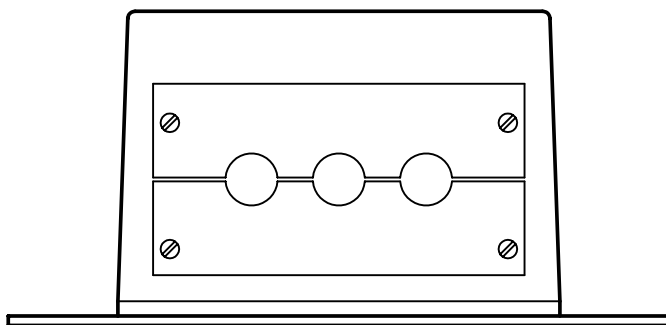
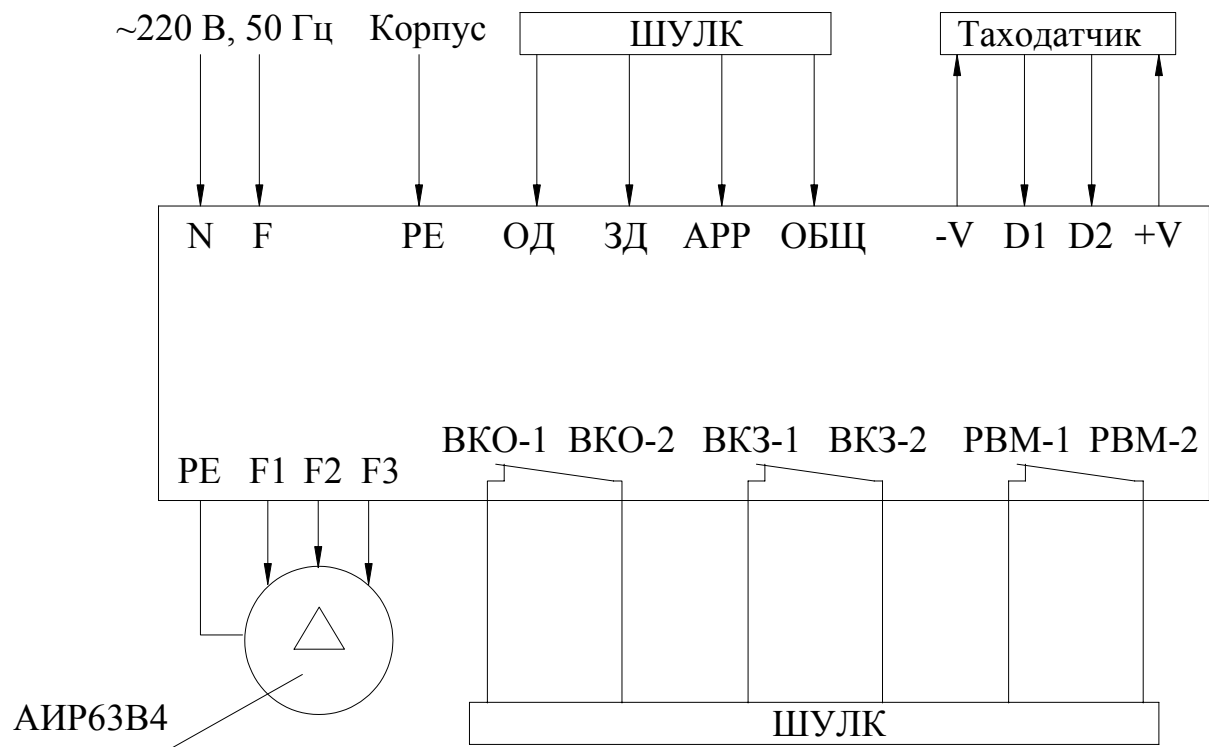
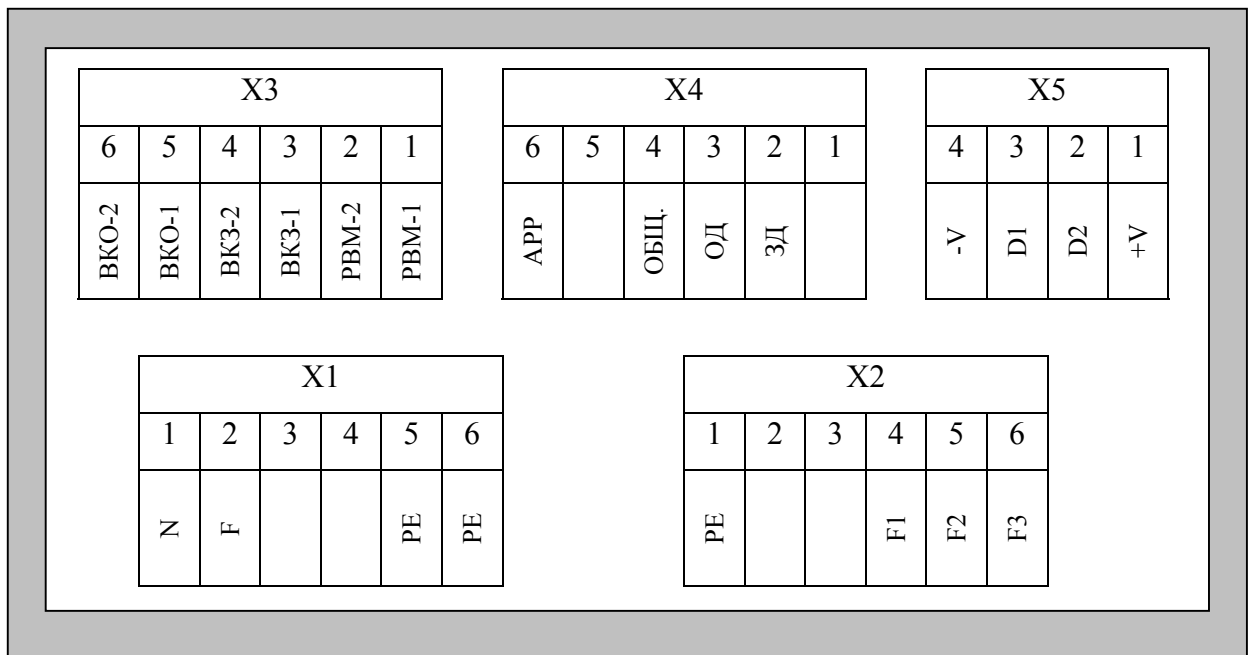

Рис.1. Габаритно-присоединительные размеры Устройства.
Рис.2. Блок-схема подключения внешних контактов БУАД-3-12.
Рис. 3. Схема подключения внешних контактов БУАД-3-12.
Габаритно-присоединительные размеры *Устройства* приведены на **рис.1**.
На **рис.2** показана блок-схема подключения внешних контактов *Устройства*. На **рис.3** показаны и подписаны отдельные контакты каждого из разъемов *Устройства*.
3.4.1. Внешние контакты для станции ШУЛК (см. рис. 2, 3):
Узел подключения внешних коммуникаций состоит из заглушки для крепления пластмассовых или металлических рукавов (**рис.1, вид А**) и разъемов для подсоединения шин сетевого питания, цепей выходных напряжений для электродвигателя, цепей управления работой устройства, цепей подключения таходатчика (**рис.2, 3**).